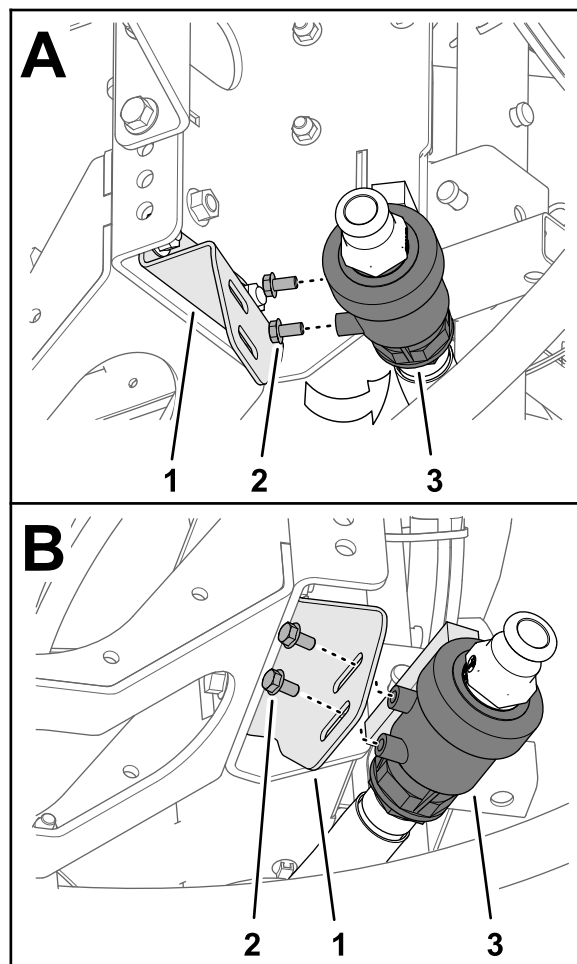

Figura 14
2. Desplace la válvula de vaciado y la manguera fuera del canal del patín (Figura 14).
3. Retire los 2 pernos con arandela prensada (5/16" x 5/8") de la carcasa de la válvula de vaciado (Figura 14).
4. Monte la válvula de vaciado en el soporte de la válvula (Figura 14 B) con los 2 pernos con arandela prensada (5/16" x 5/8") que retiró en el paso 3.
5. Apriete con la mano los 2 pernos con arandela prensada (Figura 14 B).